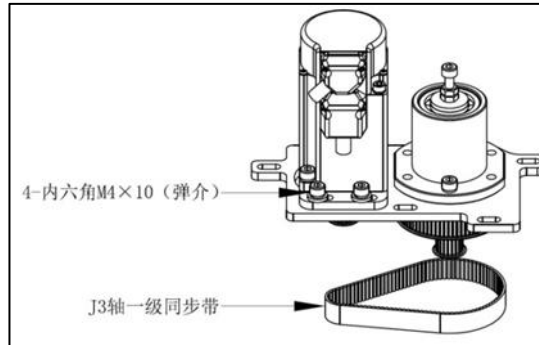

图 5.7 松螺丝示意图
- 3) 如图 5.7 所示，用内六角扳手松开固定于 J3 轴伺服电机的螺丝 4-内六角 M4×10，即可左右移动伺服电机。